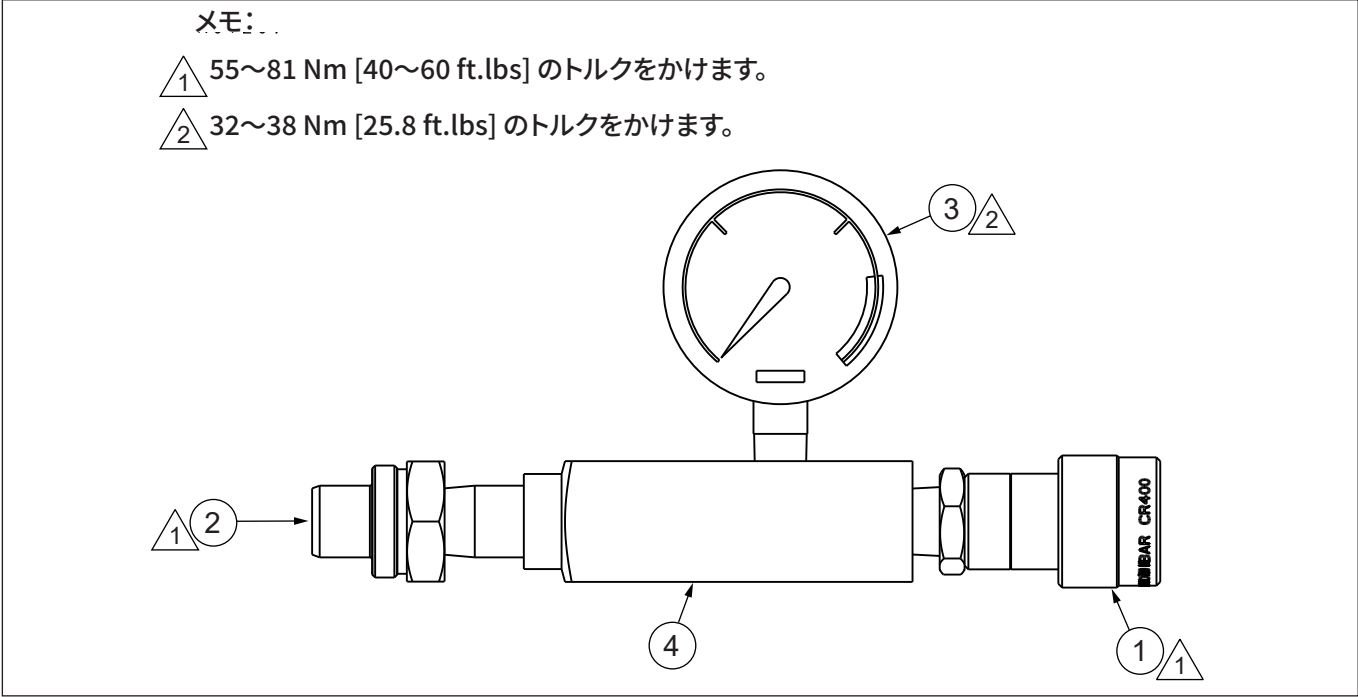

図22: 展開図 - 圧力測定アセンブリ
9.4.1 圧力測定アセンブリLGH100900-5部品表 (図22)